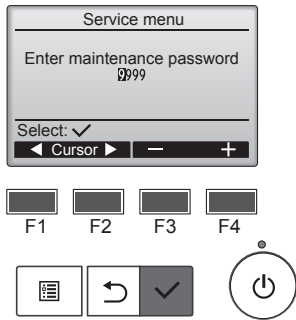

Fig. 7-2
- ① Dans le Menu principal, sélectionnez "Service" puis appuyez sur la touche .
- ② Lorsque le menu SAV est sélectionné, une fenêtre apparaît et vous invite à saisir le mot de passe. (Fig. 7-2)